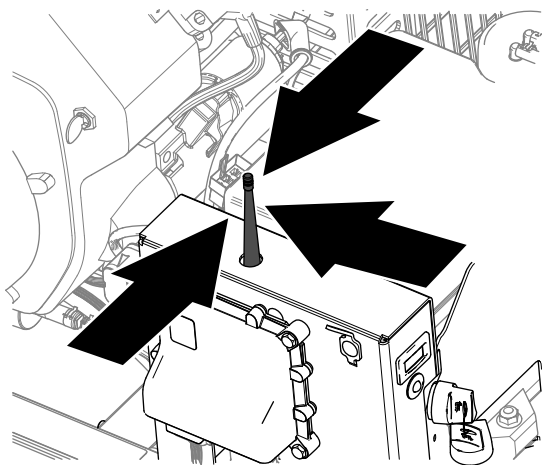

図 50
3. ハンドヘルドリモートを手に持って無線コントロールモジュールの近くに立つ。周囲に障害物やアンテナまでの視界を遮るものがないことを確認する 図 50。